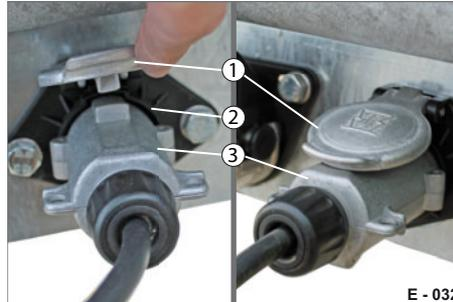

Abb. 12 Stecker geparkt
- ▶ Öffnen Sie den Deckel (Abb. 12/1).
- ▶ Ziehen Sie den Stecker (Abb. 12/3) aus der Parkdose (Abb. 12/2) heraus - nicht am Kabel ziehen.